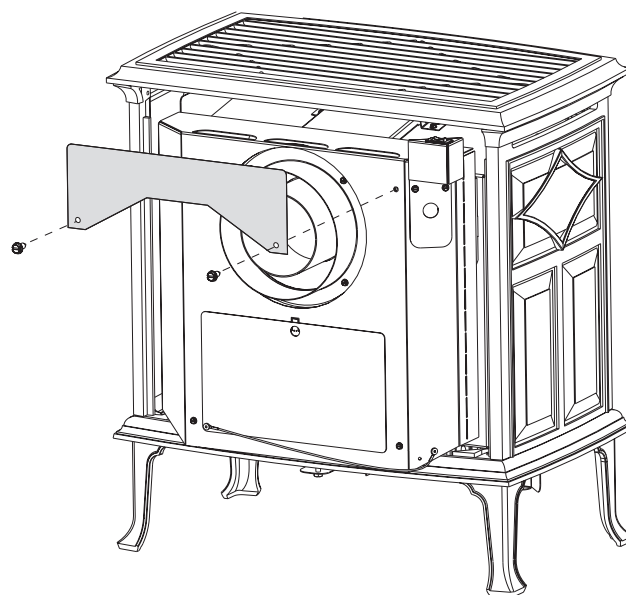

Figure 15.
3. Fixez l'écran mural au poêle à l'aide des deux vis à tête hexagonale de 1/4 ". Voir fig. 15.